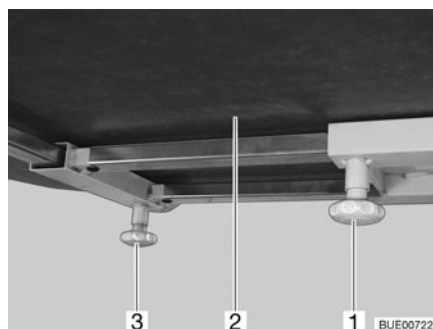

Fig. 84 Table fixe
- Desserrer la vis moletée (Fig. 84,1).
- Pousser le plateau (Fig. 84,2) dans la position désirée.
- Desserrer la vis moletée (Fig. 84,3).